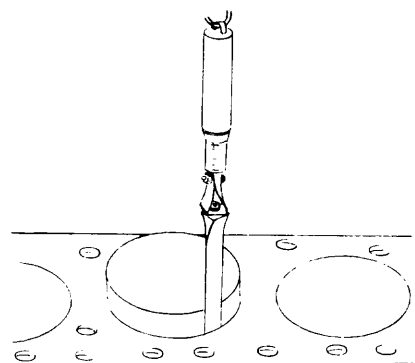

Fig. 5
- d Compruebe el juego entre el pistón y el cilindro, usando una lámina calibradora y un dinamómetro manual (fig. 5), según las especificaciones del fabricante.